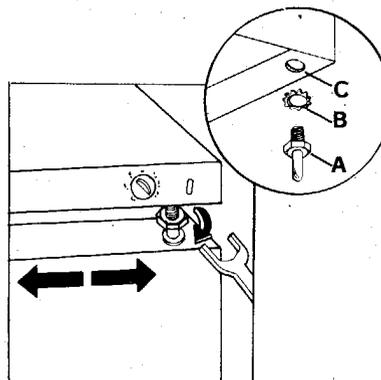

Abb. 3
- 4) Tür vom oberen Stift (A-Abb. 3) abziehen.
- 5) Oberen Stift und Unterlegscheibe (A+B-Abb. 3) vom oberen Scharnier (C) abnehmen und an gegenüberliegende Seite montieren.
Lockern Sie dafür mit einem 10 mm Gabelschlüssel den Scharnierstift (Abb. 3).